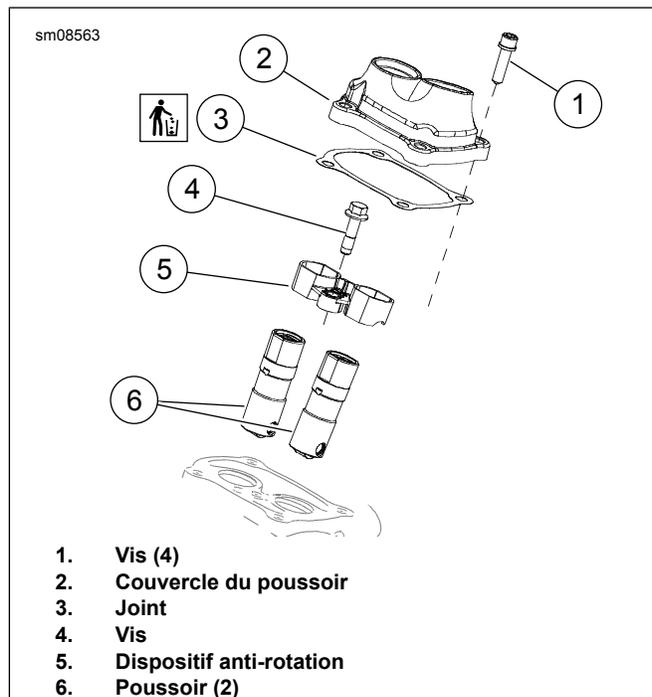

Figure 3. Couvercle de pousoir
1. Voir la figure 3. Retirer quatre vis (1).
2. Retirer le couvercle du pousoir (2) et le joint (3). Jeter le joint.
1. Voir la figure 3. Installer le couvercle du pousoir (2), le **nouveau** joint (3) et les vis (1).